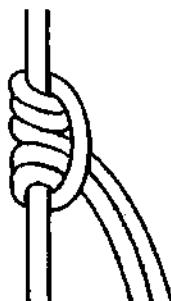

Рис. 676. Неравнобокий схватывающий узел.
**Неравнобокий схватывающий узел**, как и **блэйк**, способен держать на основной верёвке, диаметр которой равен диаметру репшнура (рис. 676). От **prusика** он отличается тем, что у него меньшее число витков со стороны приложения нагрузки. Верёвка, из которой вяжется **неравнобокий схватывающий узел**, обязательно должна быть мягкой, иначе схватывающий узел не будет держать, даже если положить много витков.